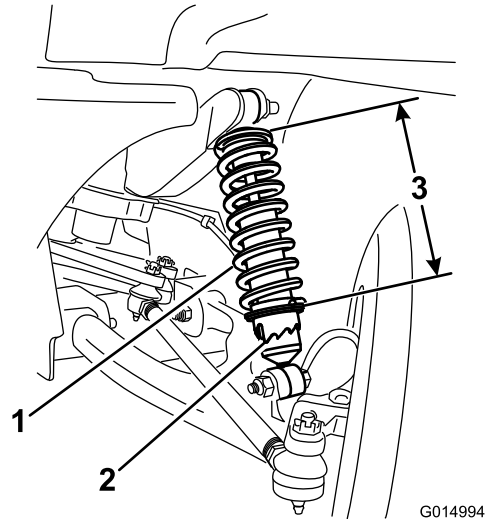

図 31
- A. 特殊工具 TOR06010 を使って、ショックアブソーバのカラーを回転させてスプリングの長さを変更する（図 31）。